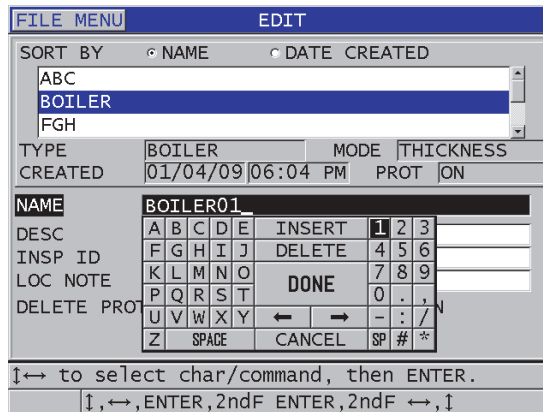

Abbildung 11-18 Eingabe von neuen Dateiparametern
3. Verfahren Sie im Fenster **BEARBEITEN** (siehe Abbildung 11-18 auf Seite 217) wie folgt: